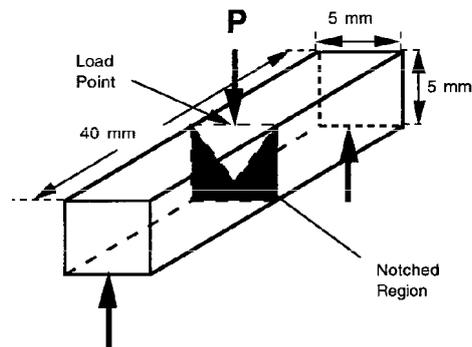

Figura 1: Geometria do ensaio de tenacidade à fratura com corpo de prova CVN.
4. Schneibel *et al.* (*Intermetallics* **5**, 1997, 185 – 193) mediram tenacidade à fratura em ligas da família Fe – 45 Al – 5X – 0,2 B – 0,1 Zr (com X = Ti, V, Cr, Mn, Co, Ni, Cu, os números representam frações molares), os autores ainda estudaram o comportamento de uma liga base, em que nenhum elemento de liga adicional é presente (representando com a condição X = Fe). Para determinar a tenacidade à fratura os autores usaram o corpo de prova de flexão em três pontos com entalhe Chevron (CVN), cuja geometria está apresentada na Figura 1.